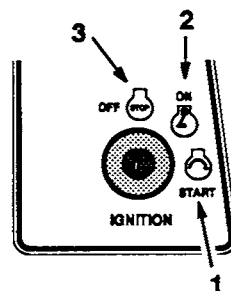

Bild 8
5. Den Zündschlüssel im Uhrzeigersinn drehen und in der "START"-Position halten (Bild 8). Sobald der Motor anspringt, den Schlüssel wieder loslassen.
2. Die Zündung auf "AUS" drehen (Bild 8).